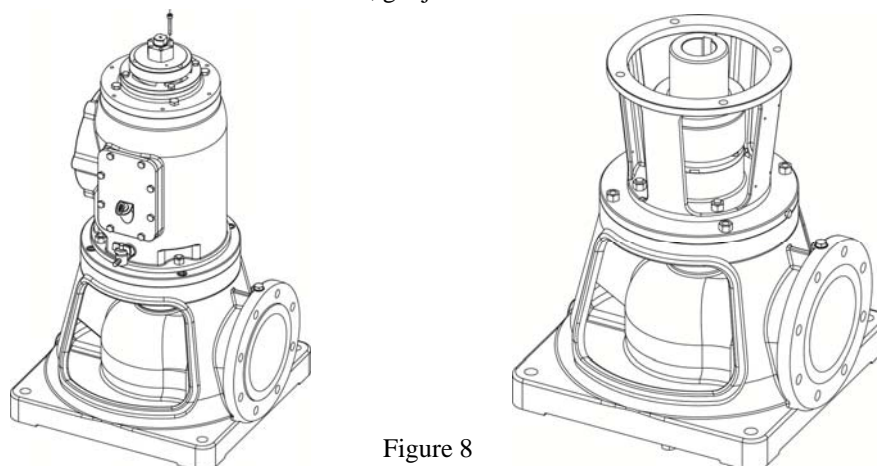

Figure 8
- **Tête OR:** enlever le couvercle supérieur en dévissant les vis à 6 pans creux et la vis d'arrêt (fig. 8).
- **Tête ME:** enlever le demi-accouplement côté moteur pour accéder à l'écrou de réglage (fig. 8). Dévisser la vis d'arrêt (fig. 8).